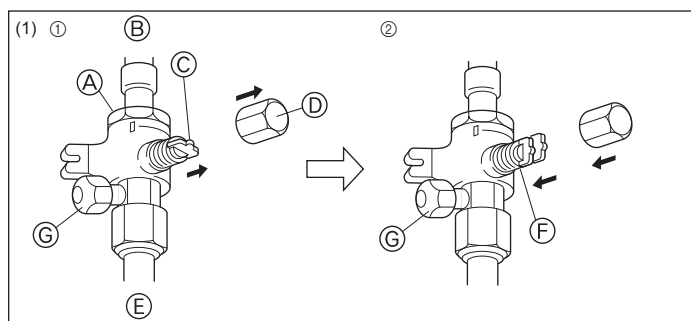

Fig. 4-9
- (1) Сторона с газом (Fig. 4-9)
- ① Снимите колпачок, потяните ручку на себя и поверните на 1/4 оборота против часовой стрелки для открытия.
- ② Убедитесь в том, что запорный кран полностью открыт, надавите на ручку и поверните колпачок в первоначальное положение.